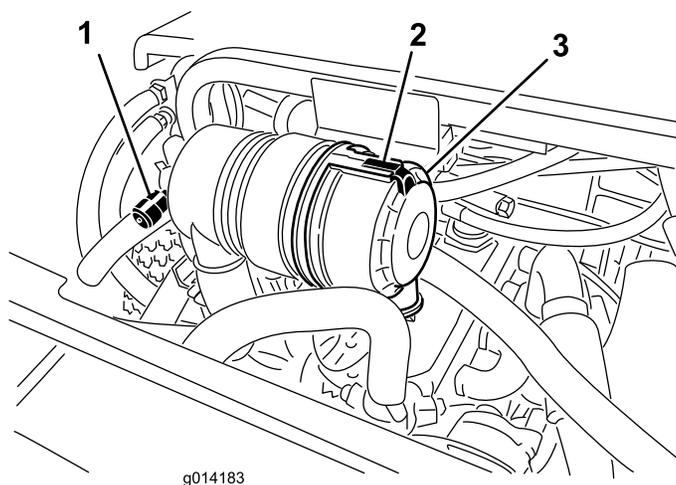

Figura 35
Effettuate la manutenzione del filtro dell'aria quando l'indicatore (Figura 35) lo richiede. Sostituendo il filtro dell'aria prima del necessario si aumenta il rischio che la morchia penetri nel motore quando si toglie il filtro.
1. Liberare il fermo che fissa il coperchio del filtro dell'aria al relativo corpo (Figura 35).